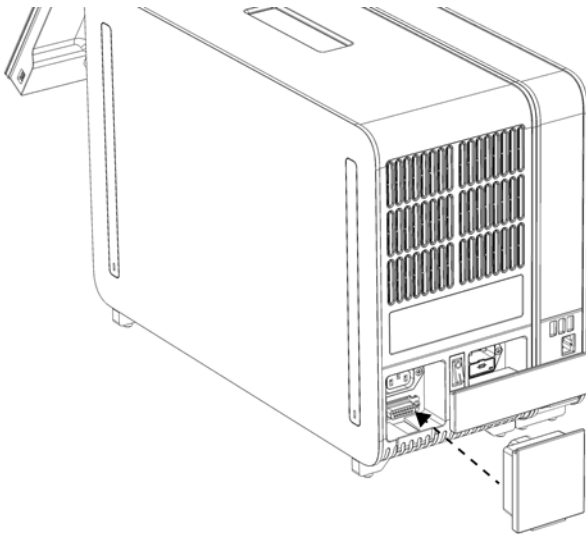

Figura 9. Conectarea punții de conexiuni.
6. Conectați puntea de conexiuni din partea din spate a modulului analitic (Figura 9).